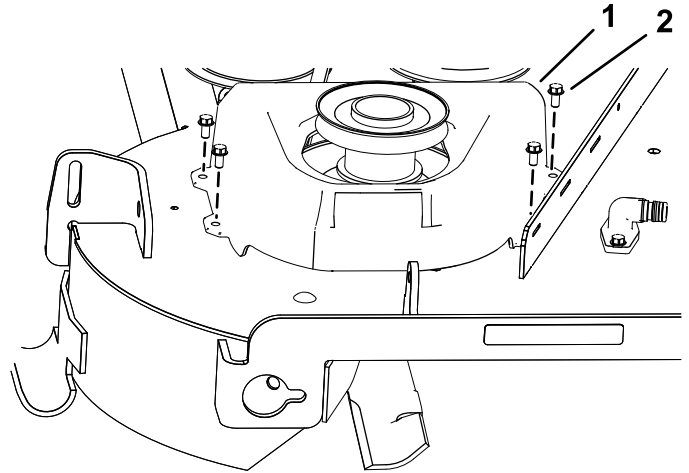

Figura 12
4. Instale la cubierta nueva sobre la polea con los 4 tornillos ($\frac{1}{4}$ " x $\frac{1}{2}$ "") que retiró anteriormente, según se muestra en Figura 12.